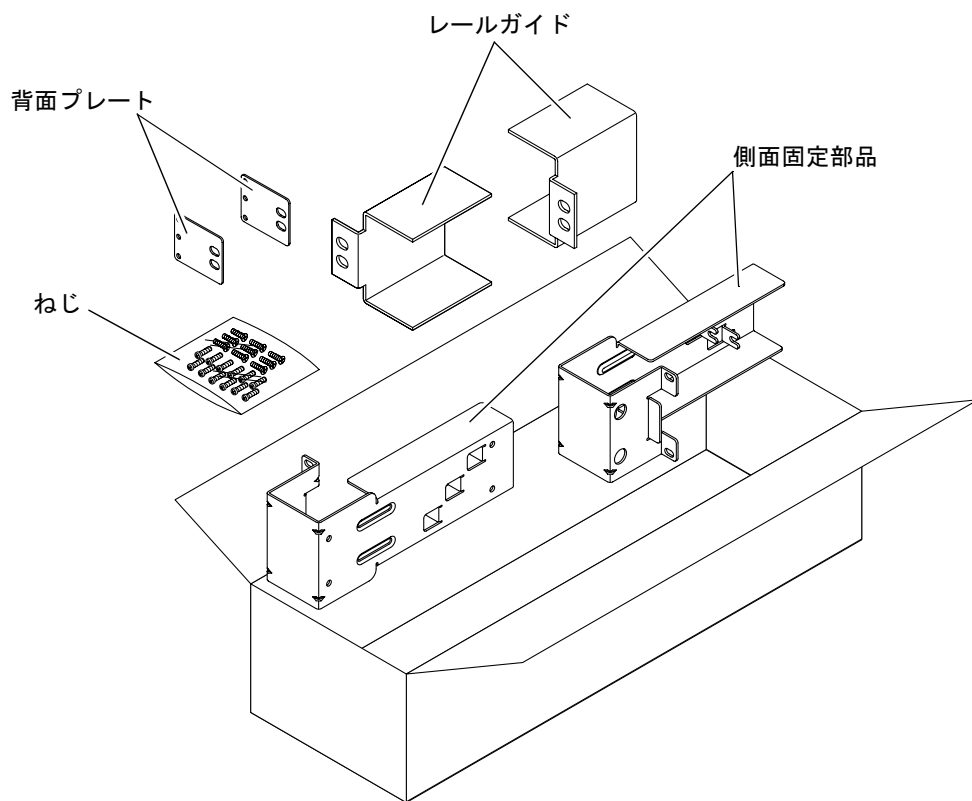

図 3-23 23 インチ 2 ポストのハードマウントキットの内容
1. ラックキットから側面固定部品を取り出します (図 3-23 を参照)。
3. ラックキットからレールガイドを取り出します (図 3-23 を参照)。
7. (任意) 大きな振動が発生する環境では、背面プレートを使用して、よりしっかりとサーバーをラックに固定します (図 3-23 を参照)。